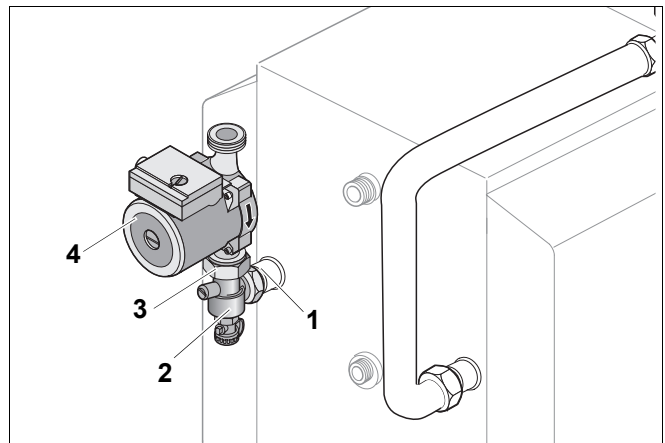

Рис. 9 Присоединение трубы подающей линии к баку-водонагревателю
- Уложить уплотнение (рис. 9, поз. 1) в накидную гайку углового обратного клапана (рис. 9, поз. 2) и прикрутить к подающей линии бака.
- Уложить уплотнение (рис. 9, поз. 3) для насоса в другую накидную гайку углового обратного клапана (рис. 9, поз. 2) и прикрутить загрузочный насос (рис. 9, поз. 4) с направлением потока вниз к угловому обратному клапану.